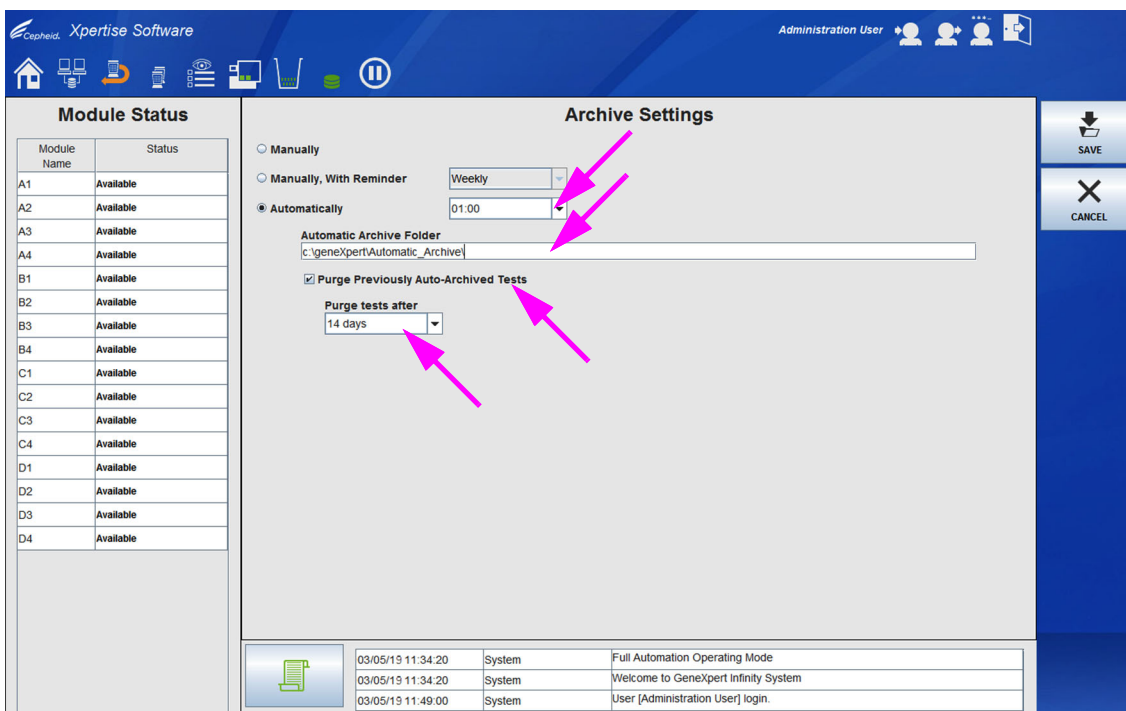

Figura 2-30. Definições de arquivo automático
- **Automatically (Automaticamente)** – Se esta opção for selecionada, os resultados de teste são arquivados automaticamente uma vez por dia. A hora a que o arquivo automático começa é definida pelo utilizador. Ver Figura 2-30. Uma vez selecionado, os arquivos automáticos são efetuados à hora marcada, independentemente do utilizador que tem sessão iniciada.